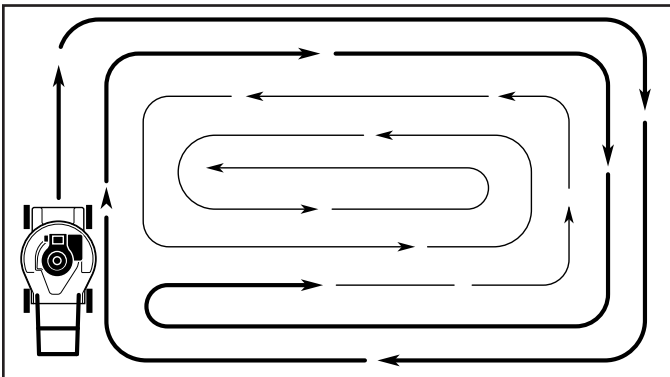

FIG. 13
- Quand vous utilisez une tondeuse à gazon à décharge latérale, tondez dans le sens contraire des aiguilles d'une montre en commençant à l'extérieur de la surface à tondez pour étaler l'herbe coupée plus régulièrement et réduire l'effort du moteur. Pour garder l'herbe coupée hors des allées, des parterres, etc., tondez la périphérie de la zone à tondez dans le sens des aiguilles d'une montre (Voir Fig. 13).